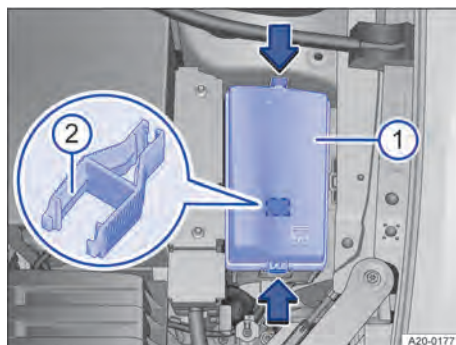

Fig. 188 Dans le compartiment avant : boîte à fusibles avec pince en plastique
- ① Boîte à fusibles
- ② Pince en plastique
Une pince en plastique servant à retirer les fusibles peut se trouver dans la boîte à fusibles → fig. 188 ②.
2. Pour déverrouiller le cache, appuyez sur les verrouillages dans le sens de la flèche → fig. 188.
3. Retirez le cache par le haut → fig. 188 ①.